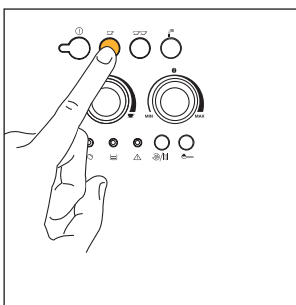
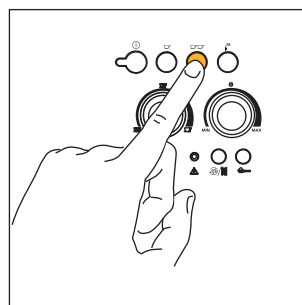

Рис. 12
Рис. 13
- 5) Нажмите кнопку , рис. 12, если вы готовите 1 кофе или кнопку , рис. 13, если готовите 2 чашки кофе. После этого кофеварка помелит зерна кофе, выполнит короткую подачу кофе, паузу и полностью выльет кофе в чашку.
**ПРИМЕЧАНИЕ 4:** в то время, когда кофеварка готовит кофе, выливание может быть остановлено в любой момент нажатием кнопки  , рис. 12, или  рис. 13, нажатой ранее.
**ПРИМЕЧАНИЕ 5:** как только подача кофе закончится, если вы хотите увеличить количество кофе, достаточно удерживать кнопку  , рис. 12 или  рис. 13, нажатую ранее до получения требуемого количества (эта операция может быть проведена только в том случае, если выполняется в течение 3 секунд после завершения выливания кофе из носиков).